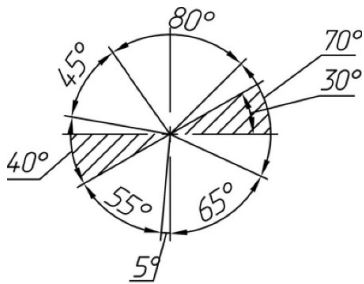

Рис. 69. Угловые размеры
7. Угловые размеры наносят над дугой в градусах (рис. 69).